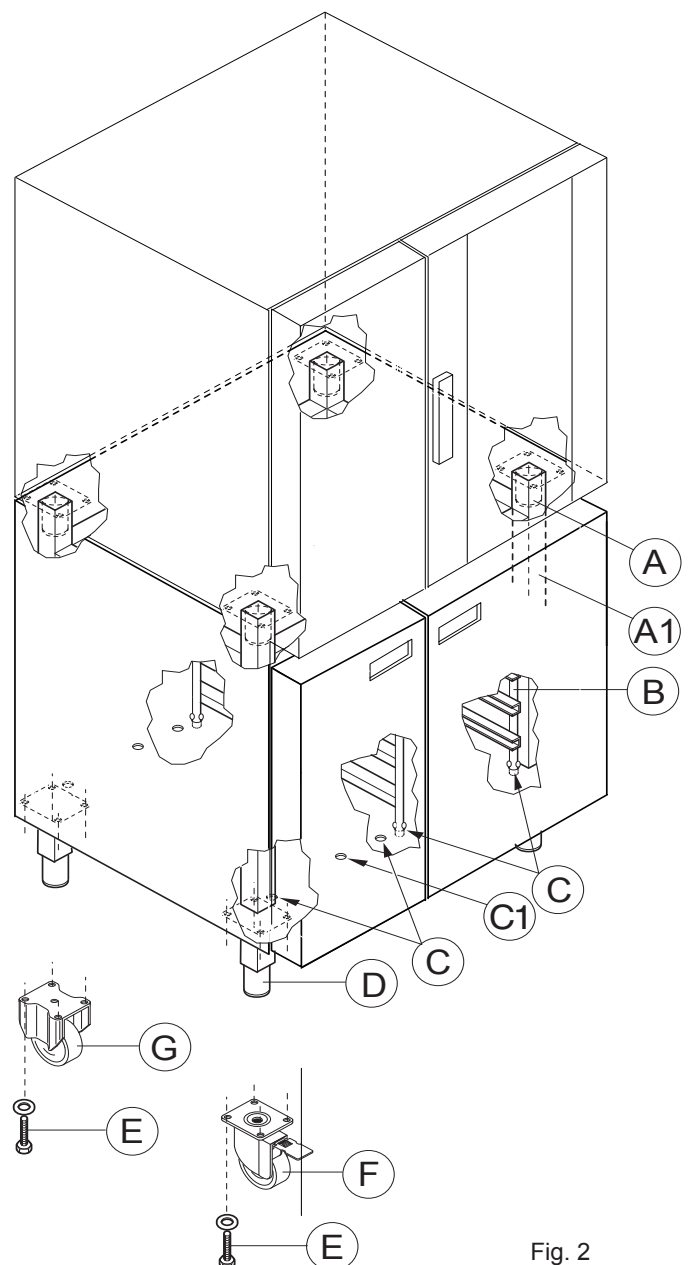

Fig. 2
- De oven op het basement vastmaken door in de hoeken de schroeven "A" (M5x14) vast te draaien. Toegankelijk vanaf de achterzijde, de deksel onder de deur en de uitgang van het bedieningspaneel (fig. 2).
(fig. 2)
3.3.2 Draagrail voor grille (fig. 2) (accessoire)
3.3.3 Wiel kit (fig. 2) (accessoire)